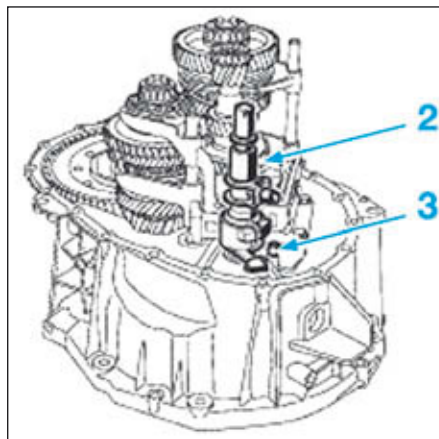

FIG.20
• Pivoter le module de commande (2) (Fig.20) en retirant le ressort par dessus la douille de rappel (3) et sortir le module par le haut.